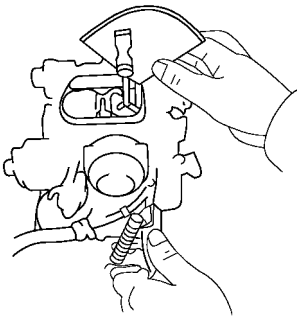

图 2-26 检查阻风门角度
1) 在主控节气门全开状态下，检查阻风门角度，如图 2-26 所示。